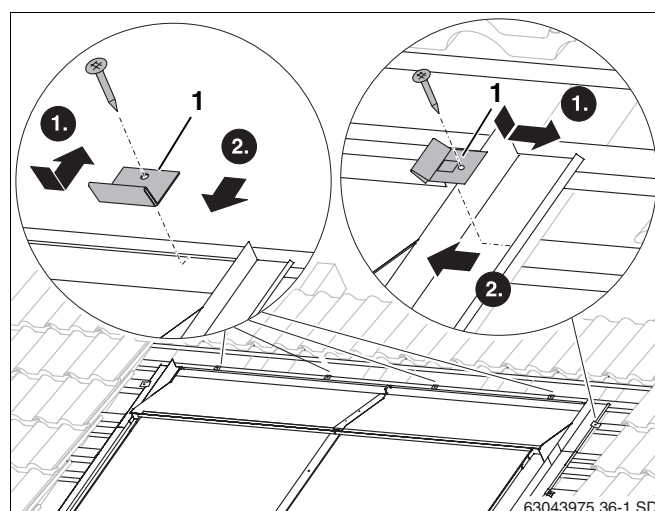

Fig. 59 Fijación de las chapas protectoras superiores con topes
- Sitúe el tope (fig. 59, **pos. 1**) en el borde de la chapa protectora.